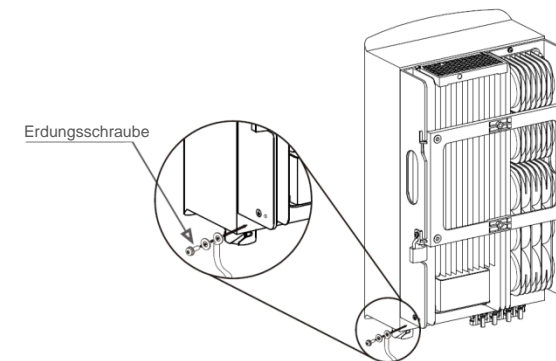

Abbildung 5.10 Festkabel
- 6) Schließen Sie das Erdungskabel an den Erdungspunkt am Kühlkörper an und ziehen Sie die Erdungsschraube an, das Drehmoment beträgt 3 Nm (siehe Abbildung 5.10).